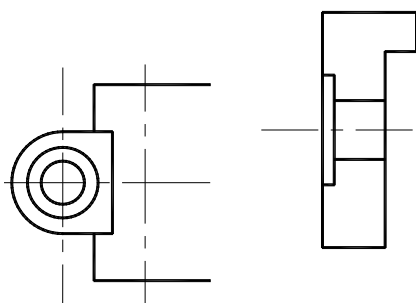

图 7-12 修剪多余的线
(7) 将偏移出来的三条线的图层改为“轮廓线”层, 并修剪多余的线, 得到 A 向的斜视图的轮廓线, 如图 7-12 所示。
(8) 将“0”层设置为当前层（“0”层是系统自带的，这里作为细实线层），在 A 向视图右边绘制样条曲线（波浪线）作为视图的截断线。